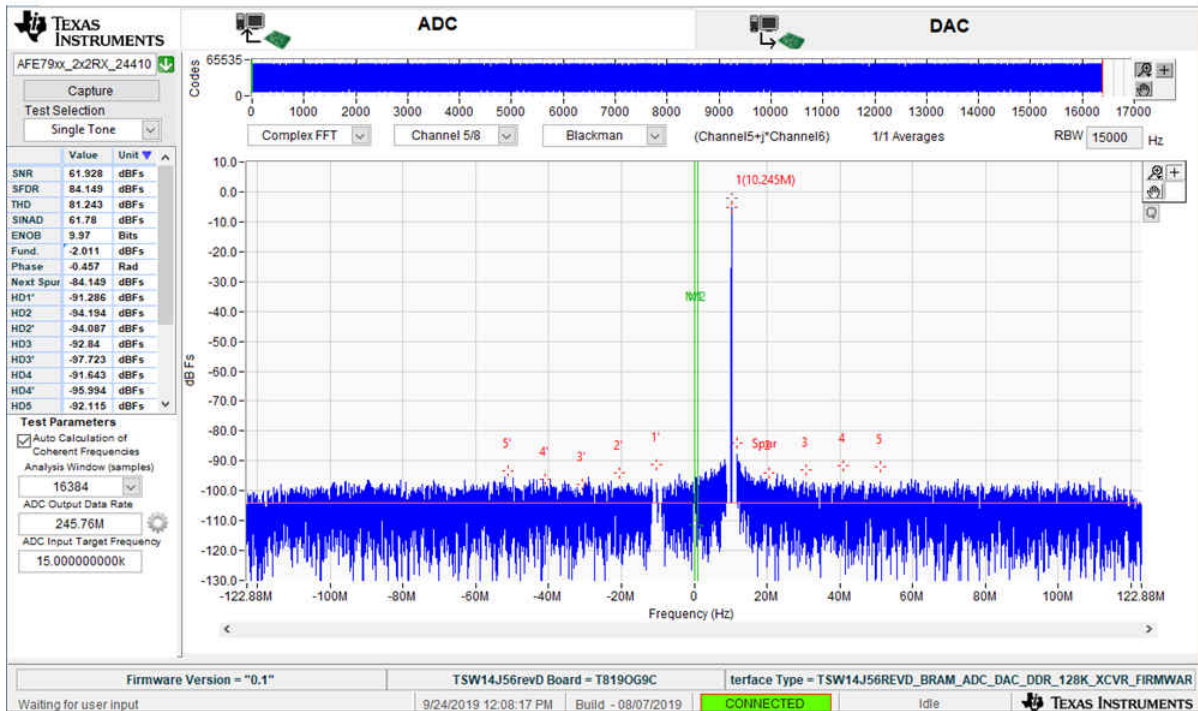

图 4-11. RXADC 的 HSDC PRO ADC 数据采集和典型单频 3.5GHz 性能
- 将射频信号发生器输出连接到 J3 (RXA_IN)、J1 (RXB_IN)、J4 (RXC_IN) 和 J2 (RXD_IN)，以捕获 ADC 的射频输入。在 High-Speed Data Converter Pro 上，按 *Capture* 按钮来采集 ADC 数据。如图 4-11 中所示。